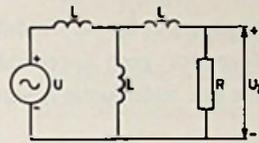

Fig. 1
- 2 In het schema van fig. 1 zijn drie gelijke (verliesvrije) spoelen  $L$  van  $\frac{1}{3} \text{ H}$  opgenomen.
We vervangen het gedeelte van de schakeling links van  $R$  volgens Thévenin door een spanningsbron  $u'$  in serie met een impedantie, die in dit geval een zelfinductie is, welke men vindt door in fig. 1 de spanningsbron door een kortsluiting te vervangen. We vinden dan  $L' = \frac{1}{2} L = \frac{1}{6} \text{ H}$ , dus  $\omega L' = 1000 \Omega$ .